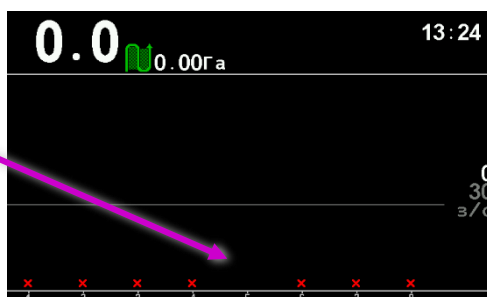

Рисунок 37
12. Убедиться, что адрес датчика изменился на требуемый. Для этого физически отключить и подключить датчик к жгуту связи (см. «Рисунок 37»).